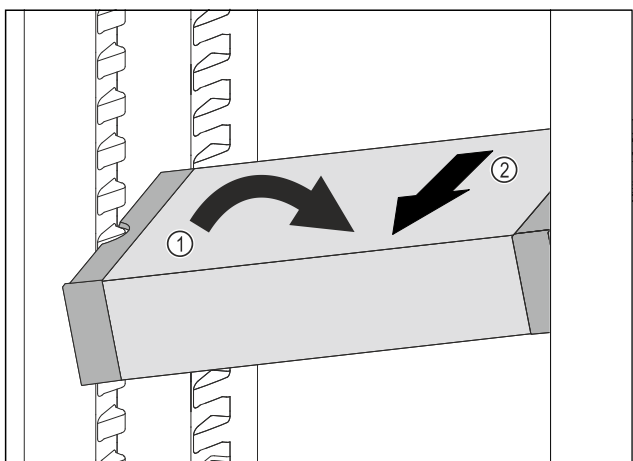

Fig. 88
- ▶ Ukosite ladicu VarioSafe u hladnjaku. Fig. 88 (1)
- ▶ Izvadite ladicu VarioSafe prema naprijed. Fig. 88 (2)